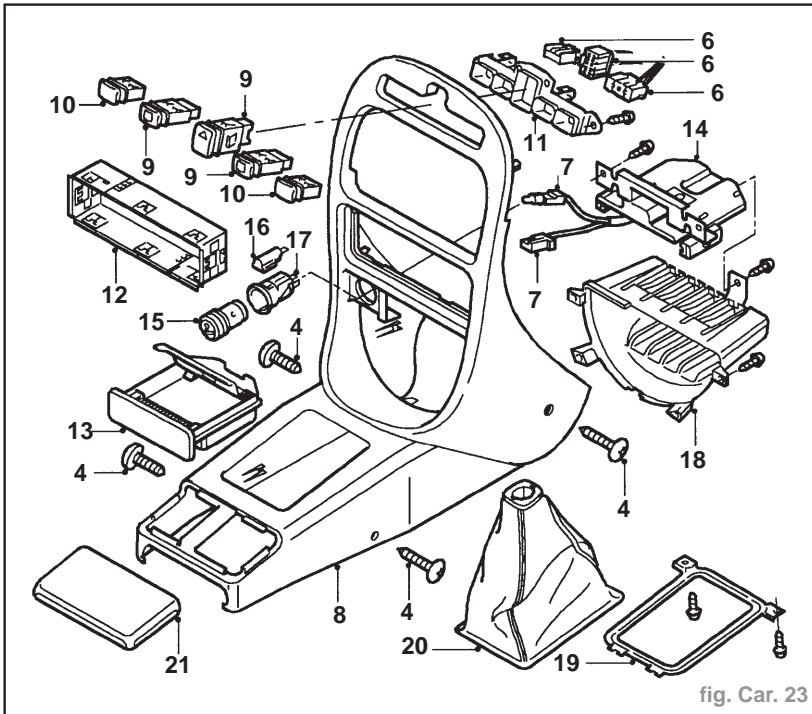

fig. Car. 23
- Enlever 4 vis maintenant la console avant sur le tableau de bord (4) (fig. Car. 23).
- Débrancher les fiches multibroches de feu antibrouillard, feu de détresse et désembueur de lunette arrière (6).
- Dégager le connecteur Lucar et la fiche multibroches de l'allume-cigares (7).
- Déposer les interrupteurs de feux antibrouillard, feu de détresse et désembueur de lunette arrière (9).
- Déposer 2 obturateurs d'interrupteur de la console (10).
- Enlever 4 vis et récupérer l'encadrement d'interrupteur (11).
- Redresser 8 languettes pour dégager la cage d'autoradio de la console (12).
- Déposer le cendrier (13).